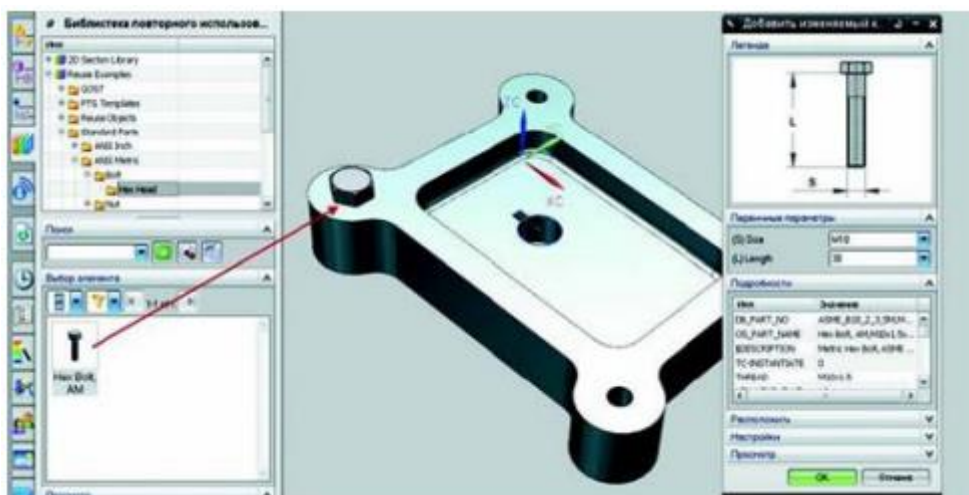

Рисунок 10. Вставка крепежа из библиотеки
• Болт будет вставлен строго в отверстие, и будет подобран нужный диаметр болта, а в открывшемся диалоге можно будет подобрать его длину (рис. 10).